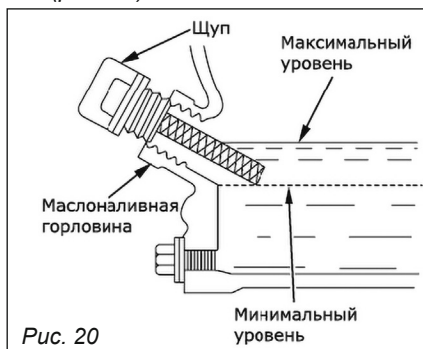

Рис. 20
2. Открутите крышку маслоналивной горловины и протрите щуп тряпкой (рис. 20).